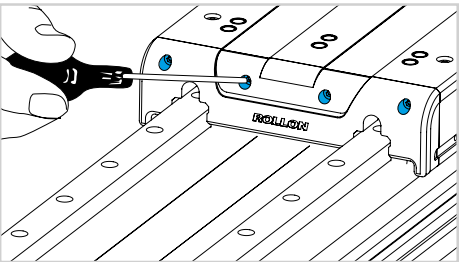

Fig. 2
- 1) Rimuovere il frontalino da entrambi i lati del carro svitando le viti. (Fig.2).